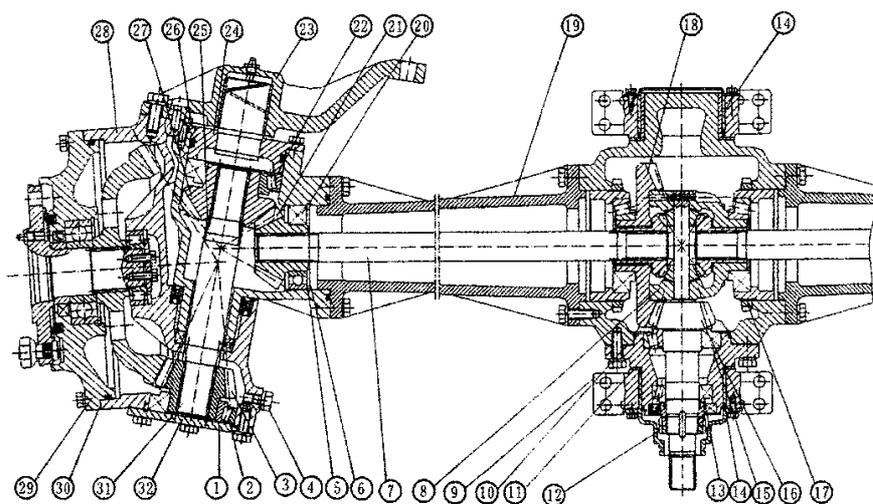

Рис. 6-17. Передний дифференциал и конечный привод трактора УТО 454/504
2. Конструкция и регулировка переднего приводного моста в сборе (см. Рис. 6-17)